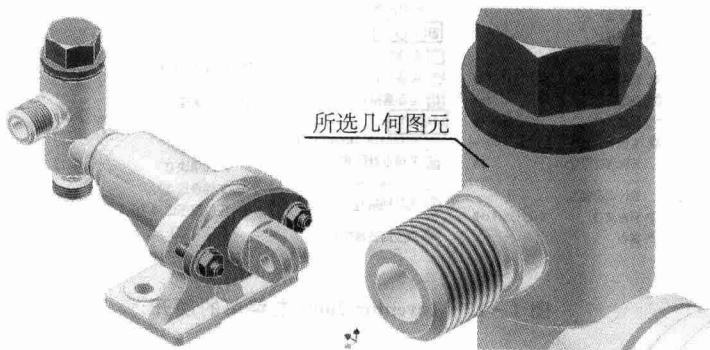

图 1-17 使用“缩放所选图元”工具效果
- “缩放所选图元”工具按钮  可以将所选的边、特征或其他元素缩放至图形窗口大小。使用该工具的效果见图 1-17。